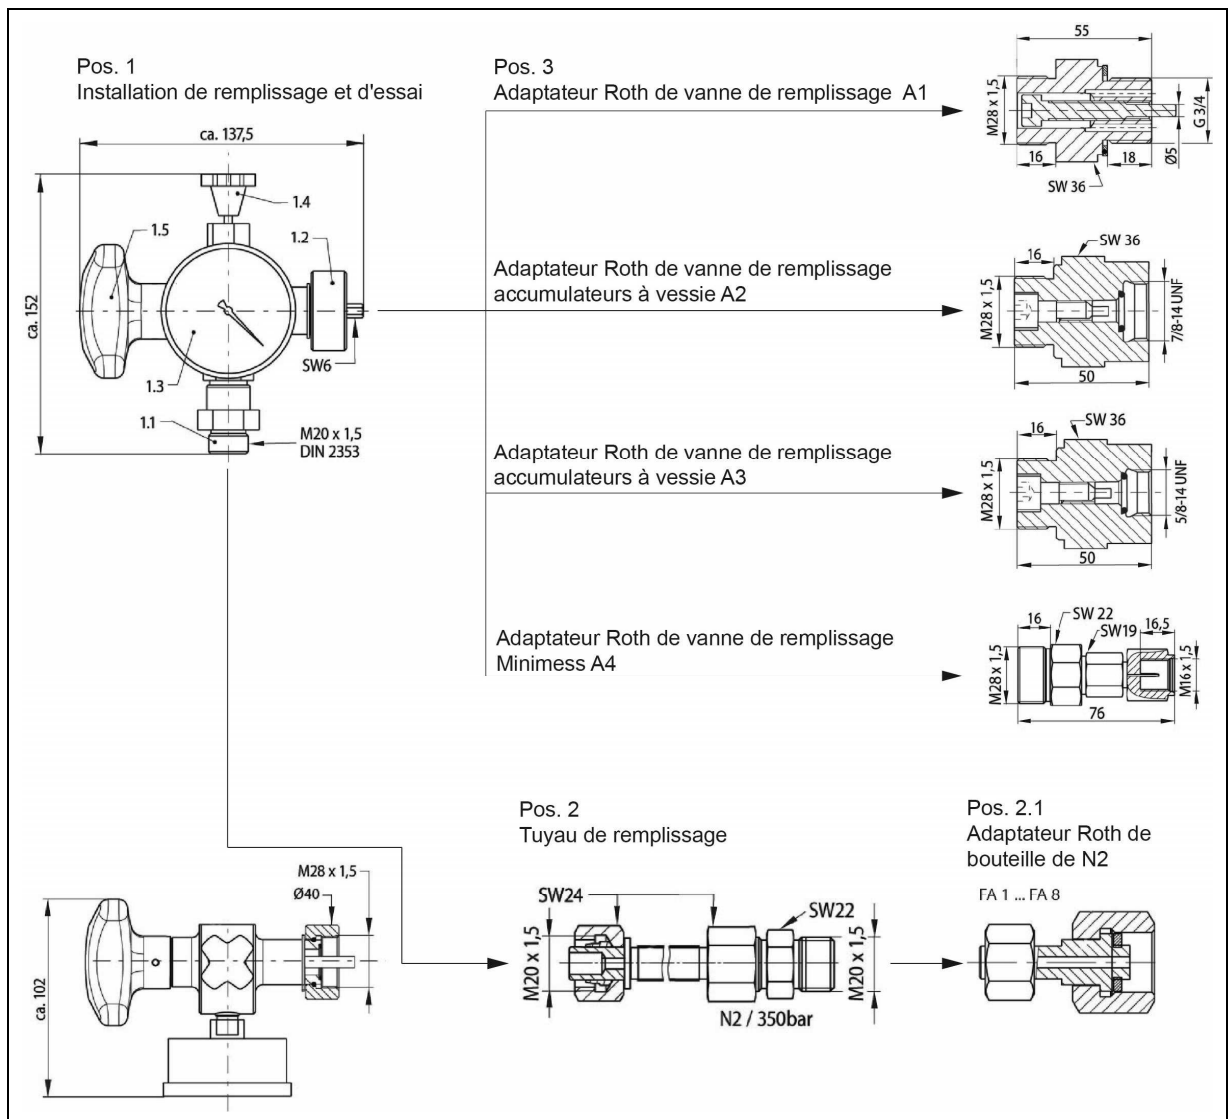

Figure 1-1 Installation de remplissage et d'essai Roth
L'utilisation de l'installation de remplissage et d'essai (voir Fig 1-1, Pos.1) ne peut se faire que par du personnel qualifié et formé, conformément aux consignes qui suivent.
2.	Tournez vers la droite le pointeau du détenteur (Fig. 1-1, Pos. 1.4) de l'installation de remplissage et d'essai (Fig. 1-1, Pos. 1) jusqu'à la butée (fermé).
5.	Raccordez le raccord correspondant du tuyau de remplissage (Fig. 1-1, Pos. 2) avec le raccord de l'installation de remplissage et d'essai.
6.	 <p>Raccordez l'autre extrémité du tuyau de remplissage (Fig. 1-1, Pos. 2) avec le raccord de la bouteille de N2. Pour ce faire, vous avez besoin de l'adaptateur de bouteille de N2 correspondant FA1... Fa8 (Fig. 1-1, Pos. 2.1).</p> <p>Avant chaque remplissage, vérifiez l'absence de détériorations au tuyau de remplissage (Fig. 1-1, Pos. 2). Pour éviter tout danger en cas de rupture du tuyau, des mesures de sécurité appropriées doivent être prises. Installez, p.ex., en parallèle au tuyau de remplissage un câble d'acier fixé en plusieurs endroits. au tuyau de remplissage. Faites attention à ne pas dépasser la durée de vie max. du tuyau de remplissage qui est d'environ 6 ans.</p>
8.	Pour ce faire, la vanne de la bouteille de N2 doit être ouverte aussi longtemps que la pression de pré-charge (P_0) n'est pas atteinte au manomètre. Lorsque la vanne de remplissage est ouverte, P_0 peut être lue au manomètre côté gaz de l'équipement sous pression ou de l'installation d'accumulateur, si celui-ci est disponible. L'adaptateur de bouteille de N2 (Fig. 1.1, Pos. 2.1) doit être fermé de temps en temps pour lire la pression P_0 .
10.	Au cas où P_0 est trop élevée, celle-ci doit être réduite à la valeur correcte au moyen du détendeur (Fig. 1.1, Pos. 1.4). La vanne de la bouteille de N2 doit être fermée.
- Effectuez les opérations 11 à 13. Débranchez l'adaptateur de bouteille de N2 (voir Fig. 1-1, Pos. 2.1) du tuyau de remplissage (Fig 1-1, Pos. 2.1) du côté de la bouteille de N2 vide et fixez le tuyau de remplissage à la nouvelle bouteille de N2.
3.	En tournant le détendeur (Fig. 1-1, Pos. 1.4) vers la gauche, le N2 peut être relâché.
4.	Vérifiez si, dans l'équipement sous pression, il n'y a plus de pression du côté gaz. Si tel est le cas, le manomètre doit afficher 0 bar. Laissez le détendeur (Fig. 1.1, Pos1.4) ouvert.